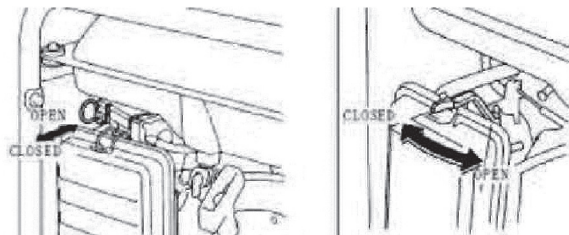

Рис. 4
3. Переведите рычаг заслонки в положение (|↗ |) «Запуск» (только при холодном двигателе) (Рис. 4).